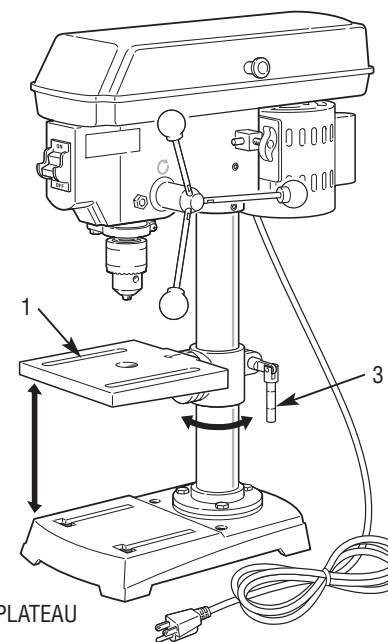

FIGURE 12.
1. Il est possible de soulever ou d'abaisser le plateau (1) sur la colonne de la perceuse (2) en desserrant le serre-joint du plateau (3). Voir figure 12.
2. Une fois le plateau positionné à la hauteur voulue, le VERROUILLER en installant puis en resserrant le serre-joint (3). REMARQUE: Le positionnement définitif du plateau doit toujours s'effectuer du bas vers le haut.
3. Le plateau (1) peut tourner sur 360 degrés autour de la colonne (2) en desserrant le serre-joint du plateau (3). Une fois le plateau sur la position voulue, VERROUILLER le plateau en installant puis en resserrant le serre-joint (3). Voir figure 12.